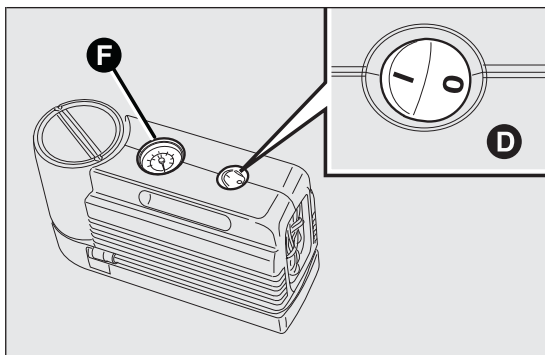
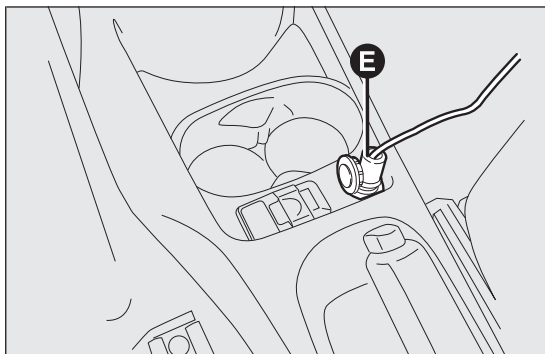

fig. 105
fig. 106
- ☐ asegurarse de que el interruptor D fig. 105 del compresor esté en posición 0 (apagado), poner en marcha el motor, conectar el enchufe E fig. 106 en la toma de corriente y accionar el compresor colocando el interruptor D fig. 105 a la posición I (encendido). Inflar el neumático a la presión indicada en el apartado "Presión de inflado", en el capítulo "Datos técnicos".
Para obtener una lectura más precisa, se recomienda controlar el valor de la presión en el manómetro F fig. 105 con el compresor apagado;